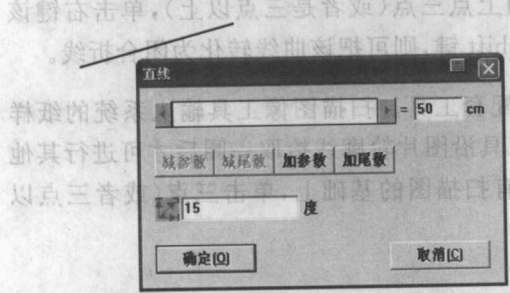

图 2-2-15
① 作直线: 在操作区域内, 单击鼠标左键, 再在任意处单击一下左键, 即可作出一条直线, 同时弹出该直线的长度对话框如图 2-2-15 所示, 在参数框里选择相应的人体尺寸(参数)并可键入其倍数和尾数确定完成。